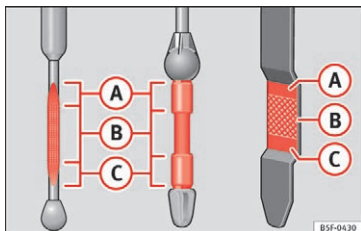

Fig. 241 Oliiepind
- Træk derefter oliiepinden op igen, og aflæs oliestanden »» Fig. 241. Fyld om nødvendigt mere motorolie på.